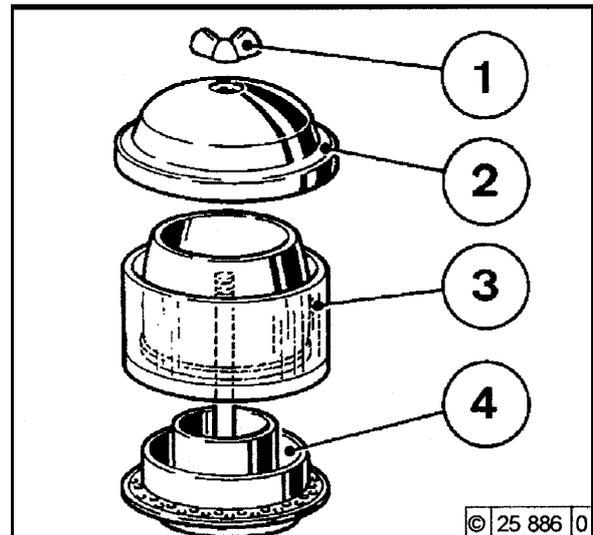

Рис. 143
1. Открутите барашковую гайку (Рис. 143/1) и снимите крышку корпуса (Рис. 143/2).
2. Снимите пылесборник (Рис. 143/3) с нижней части циклона (Рис. 143/4) и разгрузите. Почистите нижнюю часть циклона от листьев, соломы и подобного рода загрязнений.